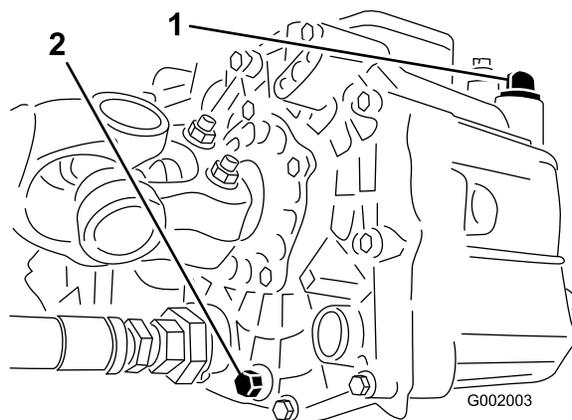

図 56
3. 油圧オイルタンク側面にあるドレンプラグを取り外して流れ出すオイルを大きな容器で受ける 図 56。